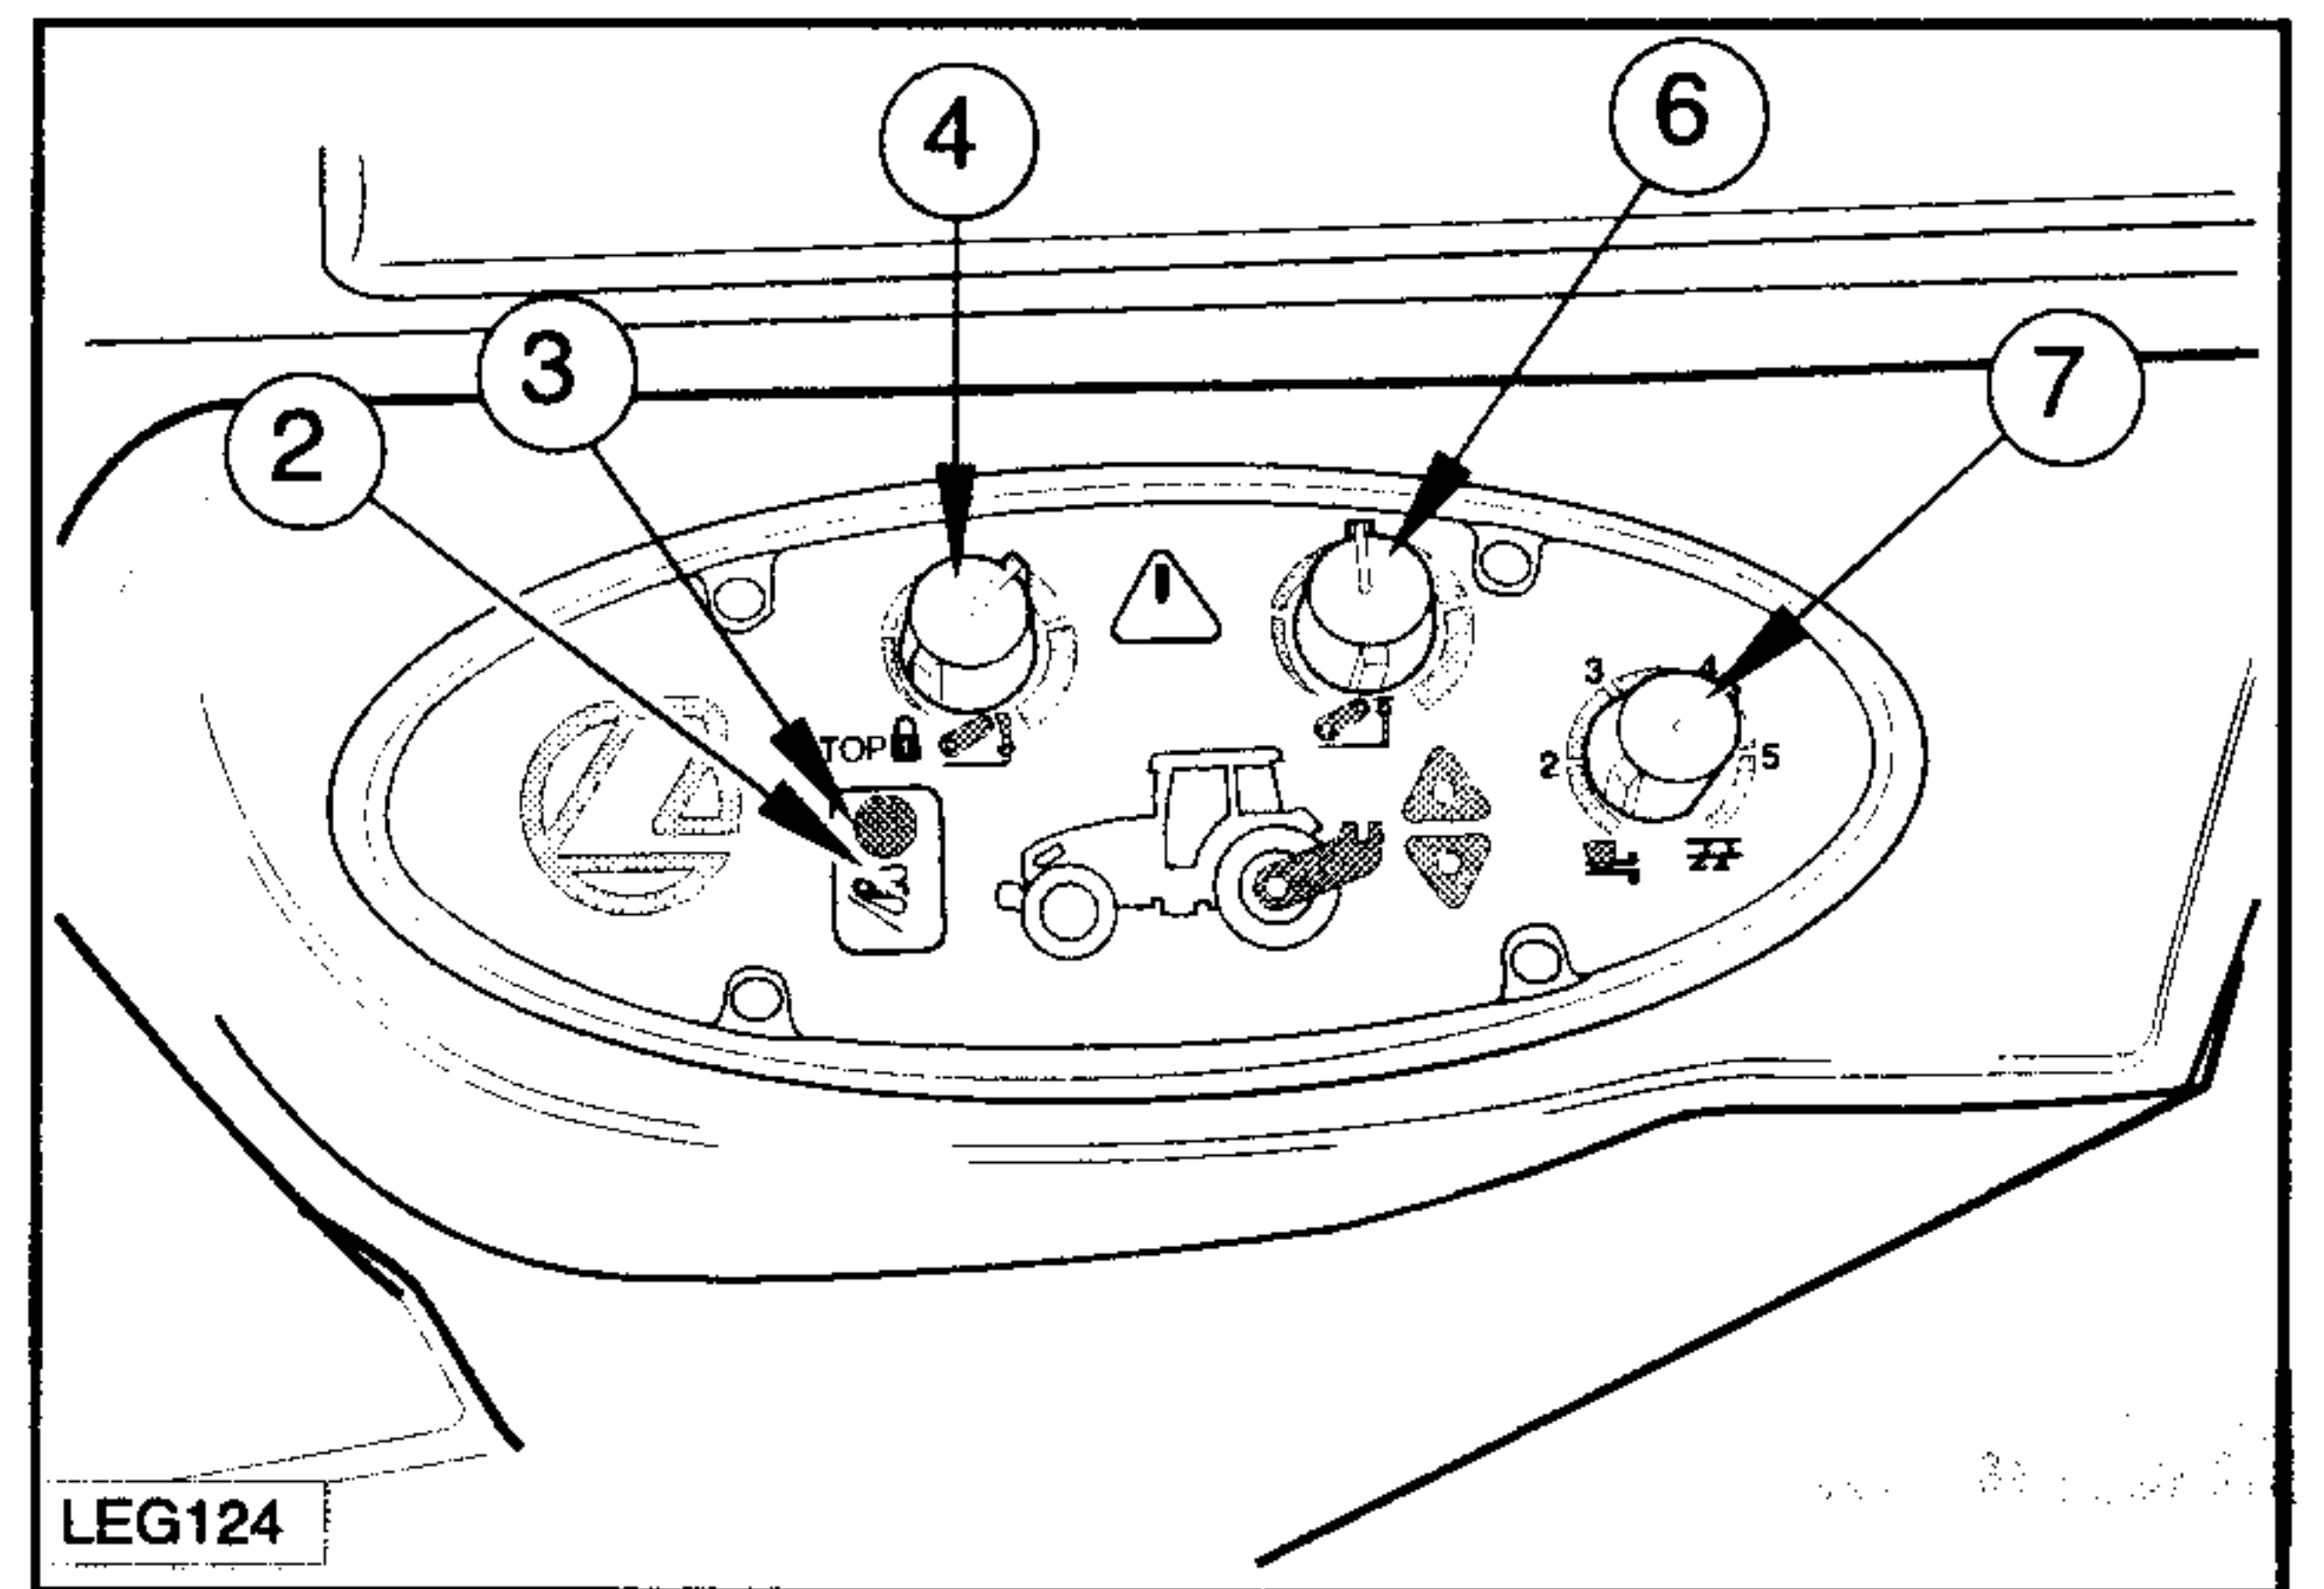
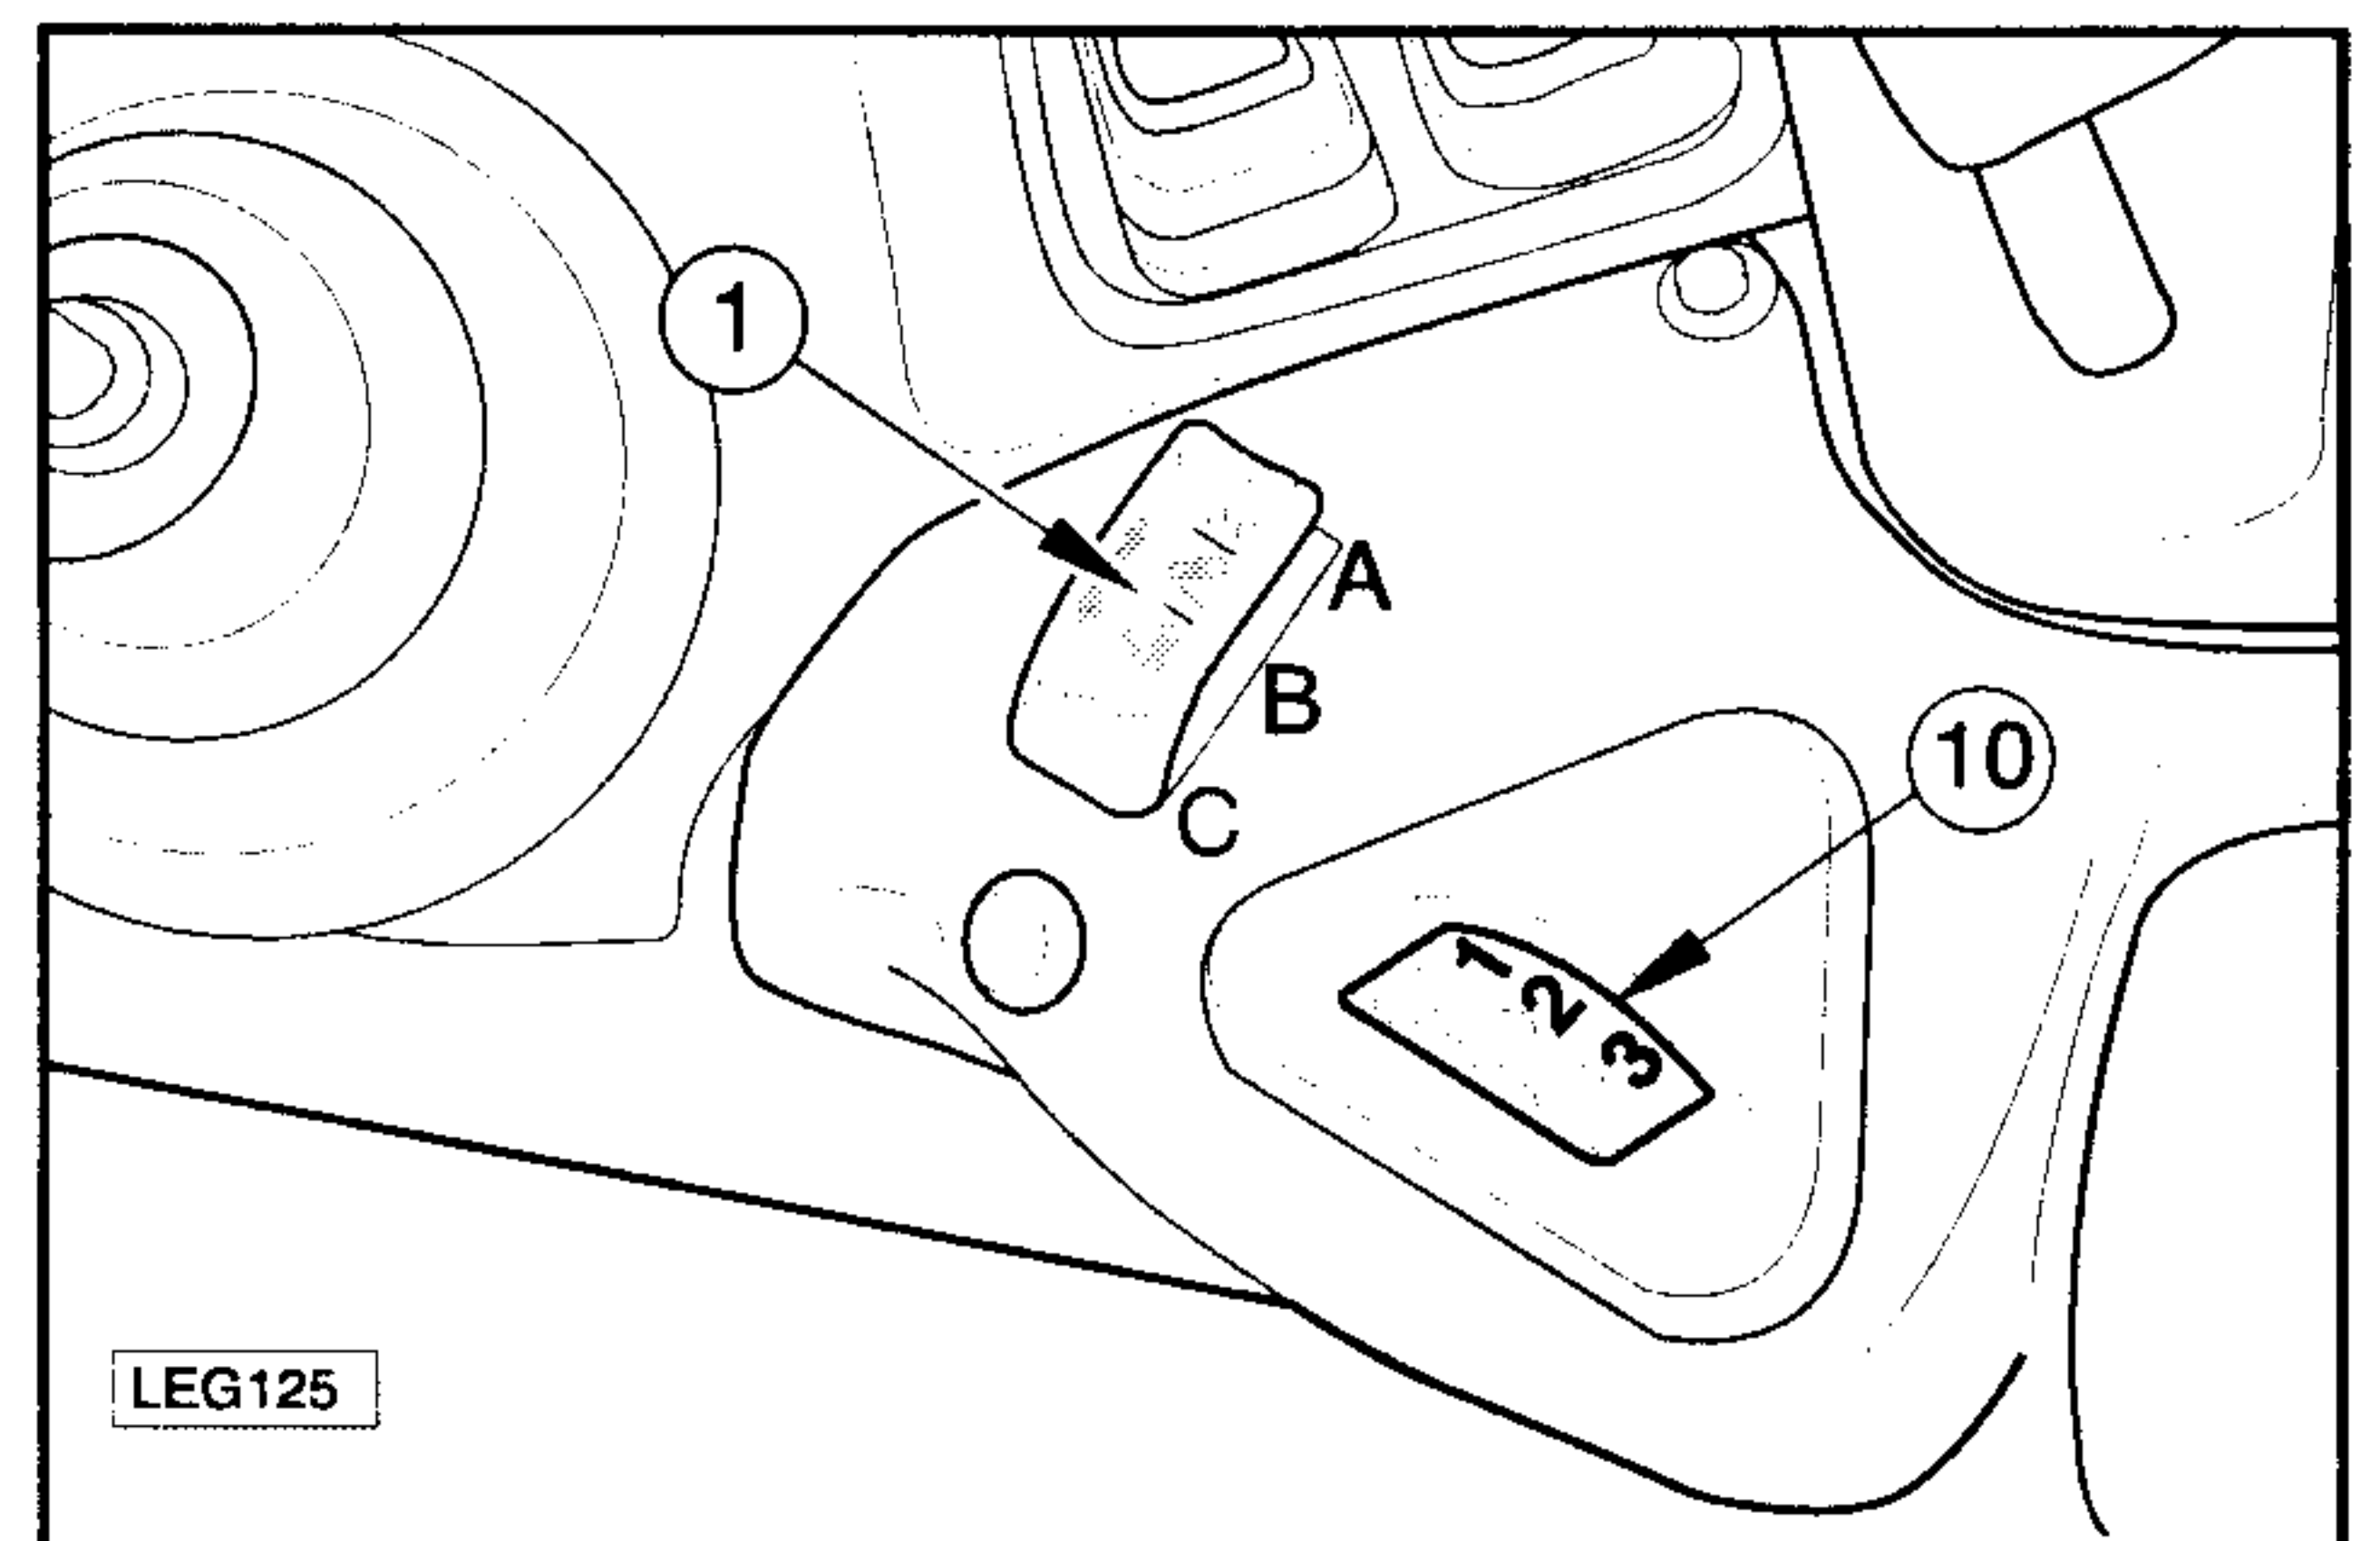

Fig. 4-77.
Fig. 4-78
Transporte de los aperos (Fig. 4-77)
Amortiguación en posición de transporte (Fig. 4-78)
- Preseleccione la velocidad de descenso con el selector (4 - Fig. 4-77) según el tipo de aparo.
- Baje el interruptor (1) en la posición de trabajo (C).
- Regule la altura / profundidad de trabajo con el pomo de mando (10 - Fig. 4-78).